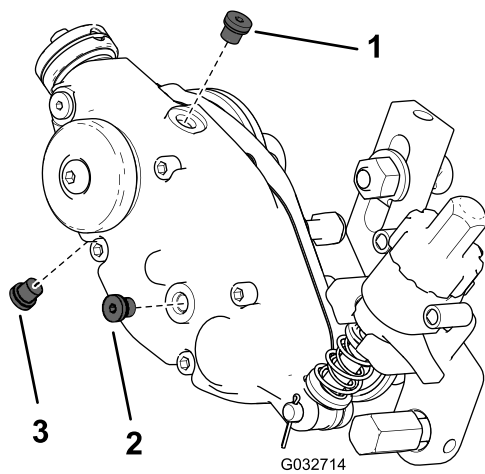

Рисунок 22
2. Снимите пробку сливного отверстия в нижней части корпуса (Рисунок 22).
3. Для облегчения слива масла снимите контрольную пробку уровня масла в боковой части корпуса, создав тем самым вентиляционное отверстие (Рисунок 22).
7. Снимите пробку заливного отверстия в верхней части корпуса (Рисунок 22).